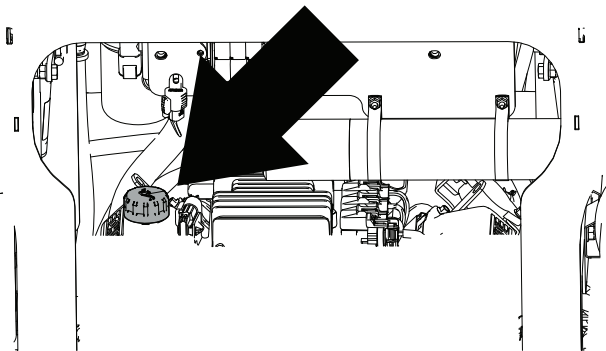

Figura 32
8. Retire el tapón de llenado de aceite del motor (Figura 32).